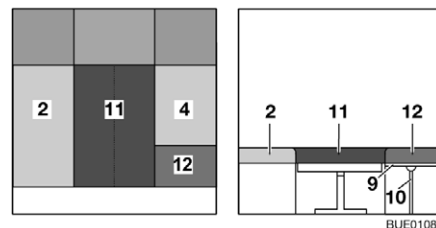

Fig. 99 Après la transformation
- Placer le coussin supplémentaire (Fig. 99,11) entre les coussins d'assise (Fig. 99,2 et 4).
- Placer le coussin supplémentaire (Fig. 99,12) entre les rallonges de coffres de banquette (Fig. 99,9).